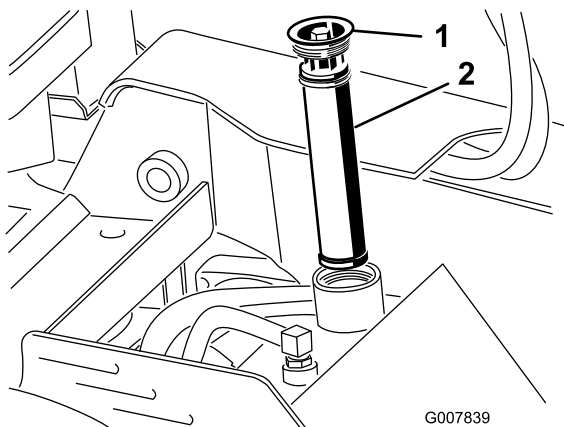

Bild 59
5. Entfernen und entsorgen Sie alten Filter (Bild 59).
6. Setzen Sie den Ersatzhydraulikfilter und den Deckel (Bild 59) ein und ziehen Sie die Schraube oben mit 13 bis 15,5 Nm an.
6. Entfernen Sie den Deckel des Hydraulikbehälters und den Filter (Bild 59).
12. Setzen Sie den Hydraulikfilter und den Deckel (Bild 59) ein und ziehen Sie die Schraube oben mit 13 bis 15,5 Nm an.